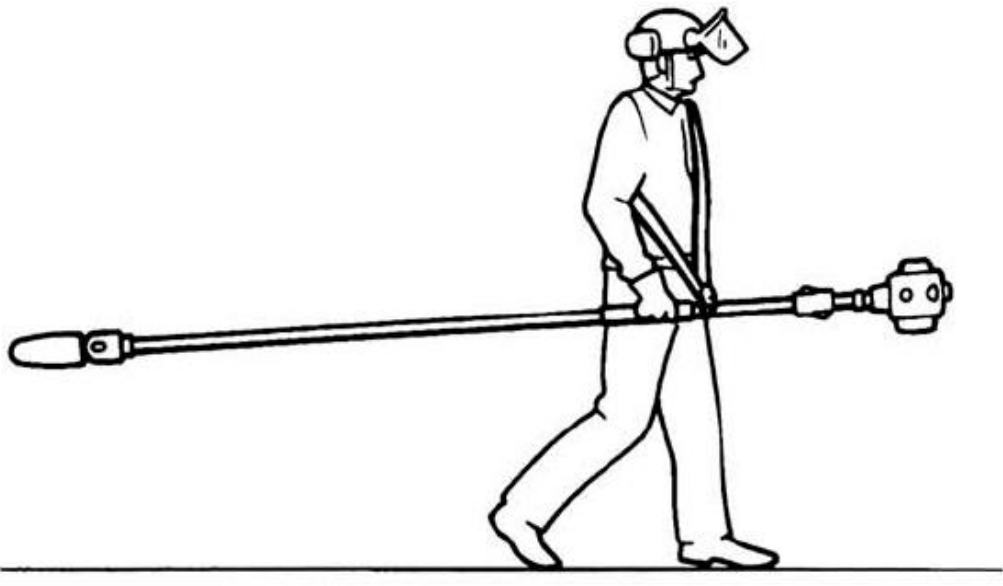

Figure 1
- Cuando la lleve en la mano, mantenga siempre la máquina con la cadena apuntando hacia atrás. Ver fig. 1